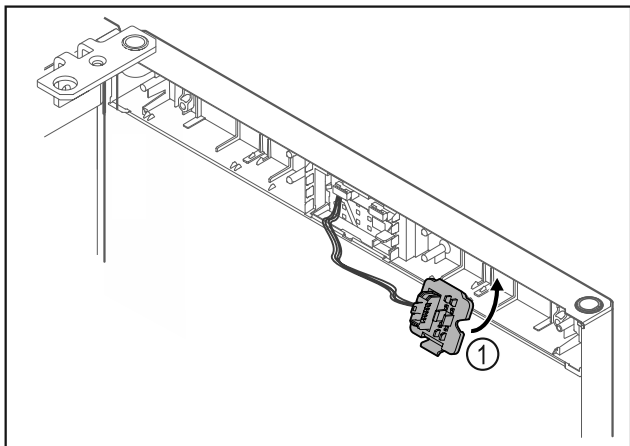

Fig. 22
- ▶ Držalo vtiča Fig. 22 (1) pritrdite na nasprotno stran.